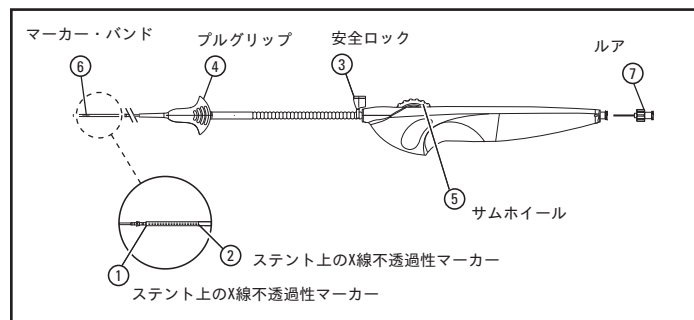

図 1
7. 安全ロック③（図1参照）がデバイスに装着されていない場合は、ステントがデリバリー・システムの中に完全に拘束されていることを確認し、安全ロックを図1に示す位置に取り付ける。
8. 生理食塩水10 ml(cc)を充填したシリンジを、ハンドル上のルア⑦（図1参照）に装着する。陽圧を加える。生理食塩水がガイドワイヤー・ルーメンとシース／チップ接合部双方の遠位端に現出するまでフラッシュを続ける。注：受け取ったときにルアがない場合は、デバイス全体をフラッシュするため、デバイスで10cc以上必要となる場合がある。
9. フラッシュするルア⑦を取り外す。
ステント展開手順(図 1参照)